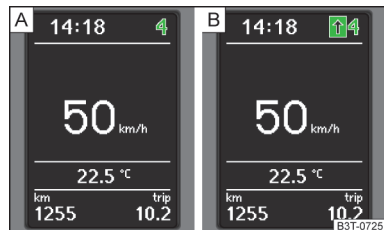

Fig. 27
**Legendă imagine** **>> fig. 27**